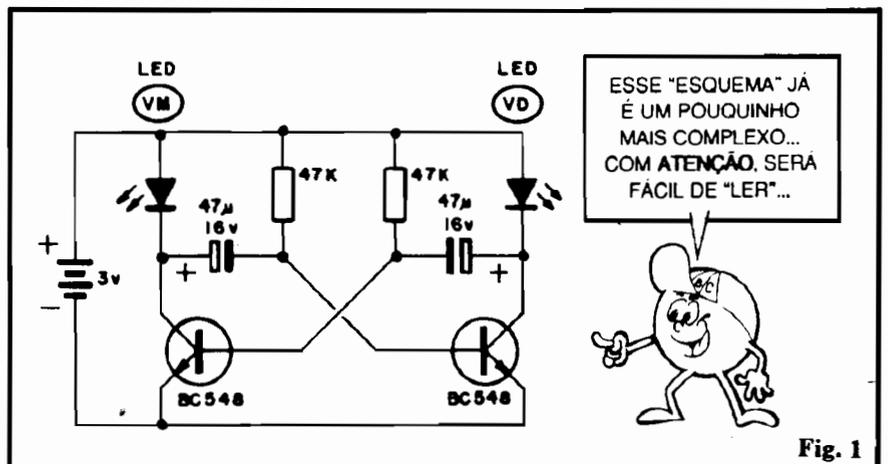
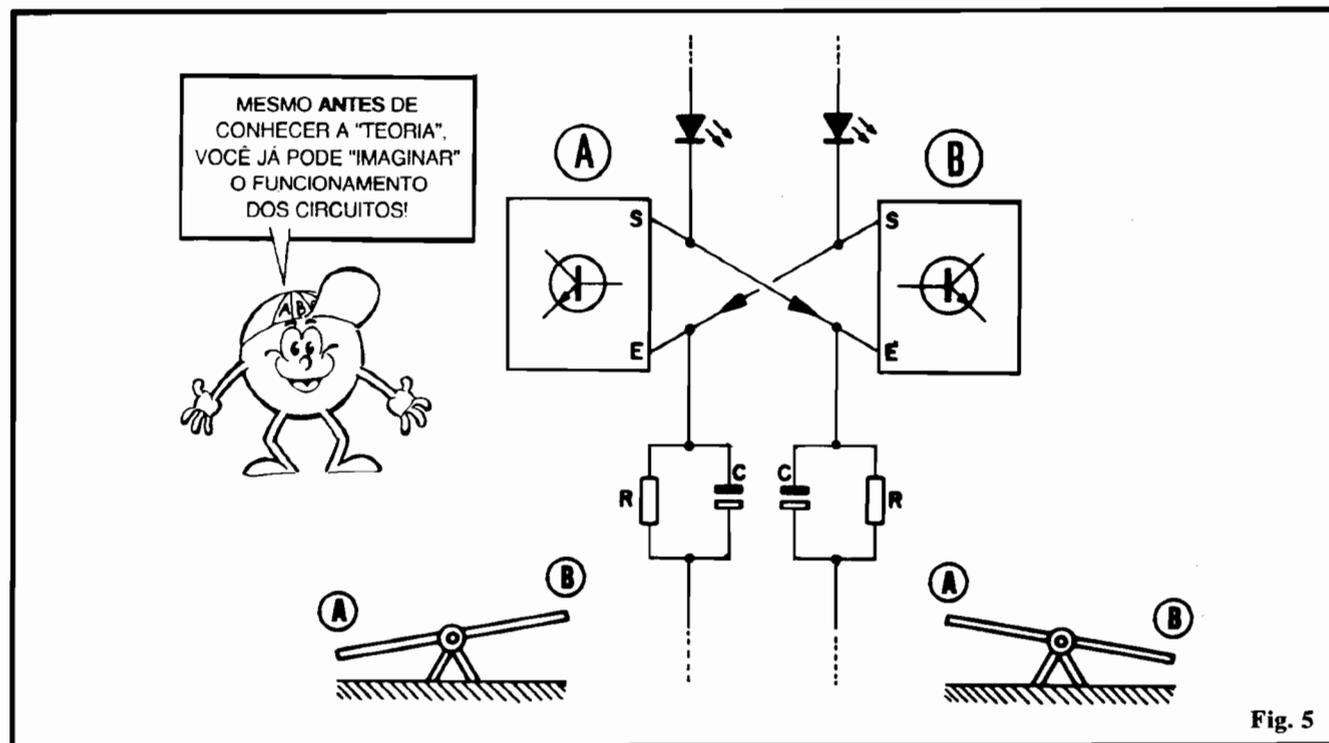

Fig. 1
Fig. 5
- FIG. 1 - Esquema do circuito do PISCA-PISCA ALTERNADO BICOLOR. Os componentes são poucos, porém a montagem já se mostra um pouquinho mais complexa do que a anteriormente mostrada. O Leitor/Aluno deve, desde esse seu início de aprendizado, procurar **entender** e familiarizar-se com a "leitura" e interpretação dos esquemas e diagramas. Para tanto, deverá observar sempre com atenção (procurando também decorar...) a simbologia adotada para representar os componentes e interligações. Comparar a aparência e o símbolo de cada componente, bem como relacionar visualmente o esquema com o chapeado, é o melhor e mais eficiente exercício para essa assimilação e memorização...
- **FIG. 5** - Basicamente o circuito pode ser dividido em duas "metades" rigorosamente iguais e simétricas (ver fig. 1 também.)., cada uma contendo um transistor, um LED, um resistor e um capacitor eletrolítico. Cada um desses dois
blocos (A e B, na fig. 5) é, tecnicamente, um pequeno amplificador transistorizado, dotado de uma **entrada (E)** e uma **saída (S)**. Cada saída aciona um LED. As entradas têm suas condições elétricas dimensionadas pelos resistores e capacitores, no que se convencionou chamar de "rede RC de temporização". Outro fator interessante (fig. 5) é que os dois amplificadores apresentam-se em ligação "cruzada" (a **Entrada** de um ligada a **Saída** do outro e vice-versa...), estabelecendo o que chamamos de **realimentação** (objeto de estudos futuros no nosso "Curso"...). Esse arranjo recebe o nome técnico de MULTIVIBRADOR ASTÁVEL, ou FLIP-FLOP e simula, eletricamente, o funcionamento de uma gangorra! Isso mesmo: uma vez aplicada energia ao circuito, ele **oscila** ("A" sobe, "B" desce, "A" desce, "B" sobe, e assim indefinidamente...) num ritmo próprio e constante. Na gangorra, a energia é fornecida pelos impulsos dados pelas pernas dos "gangorristas", no circuito é o conjunto de pilhas que fornece a energia. Na gangorra, a velocidade do "sobe-desce" é determinada pelo ritmo com o que os "gangorristas" brincam (e é função também do comprimento